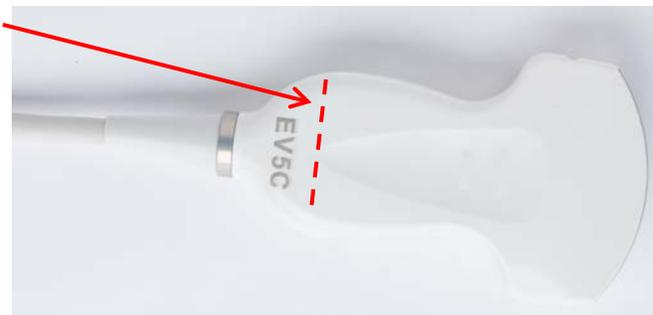

Figura 14: Livello di immersione di EV5C
Questa procedura richiede il lavaggio, l'immersione e il risciacquo del trasduttore in varie soluzioni. In tutti i casi, il trasduttore deve essere esposto a livelli di soluzione pari a circa metà altezza dell'impugnatura (vedere *livello di immersione* nella Figura 14).
- Le parti del trasduttore EV5C che si trovano al di sopra del *livello di immersione* (fare riferimento alla Figura 14).
In questa procedura, *sopra* il livello di immersione significa nella direzione *opposta* a quella della superficie di imaging (vedere la Figura 14).
- Le parti del trasduttore EV5C che si trovano in corrispondenza o al di sotto del *livello di immersione* (fare riferimento alla Figura 14). Per le parti al di sopra del *livello di immersione* (incluso il cavo), consultare la sezione 3.
- Esporre il trasduttore EV5C alla soluzione detergente fino al *livello di immersione* indicato nella Figura 14 e utilizzare un panno secondo necessità.
- Riempire il contenitore per la disinfezione ad alto livello con un volume di disinfettante ad alto livello sufficiente a immergere il trasduttore EV5C fino al *livello di immersione* indicato nella Figura 14.
- Immergere il trasduttore EV5C nel disinfettante ad alto livello fino al *livello di immersione* indicato nella Figura 14.